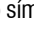

Fig. 4 – Ajuste de torque
A PARAFUSADEIRA/FURADEIRA A BATERIA PFD 012 DWT possui 18 posições de ajuste de torque, conforme Fig. 4, que devem ser reguladas de acordo com cada função que o usuário irá realizar. Destas posições, a posição 1 é a com menor torque e, consequentemente, a 18 é a posição que possui o maior torque. Para selecionar estes torques, basta girar o seletor de torque 2 até a posição desejada.
Para operações onde o operador irá realizar furos, deve ser selecionada a função furar na máquina. Para isto, basta girar o seletor de torque, item 2 da Fig. 4, para a função furar, representada pelo símbolo , da PARAFUSADEIRA/FURADEIRA.